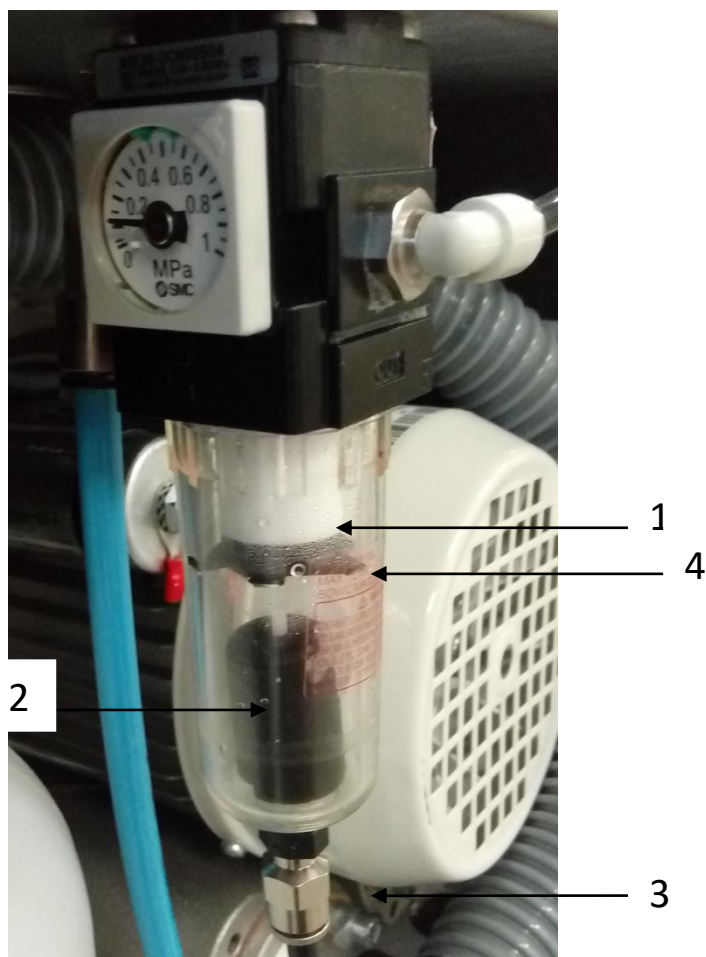

Рисунок 21 Злив конденсату води
5.8.2 Контроль роботи автоматичного зливу шлаків провести наступним чином (рисунок 21):
- відкрити клапан (3) зливної ємності (2);
- клапан (3) знову закрити, закручуючи вправо, при цьому встановлюється автоматичний режим зливу конденсату.